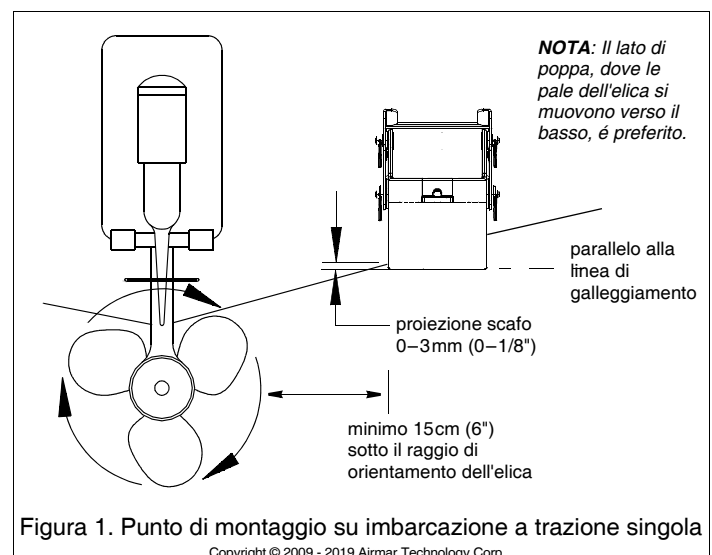

Figura 1. Punto di montaggio su imbarcazione a trazione singola
- È preferibile il montaggio sul lato di poppa, dove le pale dell'elica si muovono verso il basso (Figura 1).
- **Imbarcazioni a trazione singola**—Montare un minimo di 15 cm (6") sotto il raggio di orientamento dell'elica (Figura 1).
1. Nel punto scelto per il montaggio, posizionate il gruppo in modo che il trasduttore sporga di 3mm (1/8") sotto il bordo inferiore dello specchio di poppa (Figura 1). Verificate che il/i tassello/i sia/no in posizione. (Se necessario, fissate temporaneamente il/i tassello/i alla staffa con nastro adesivo). Con il trasduttore in posizione operativa e la staffa parallela alla linea di galleggiamento, contrassegnate gli angoli inferiori della staffa.
- Utilizzando lo spazio di regolazione verticale nelle fessure della staffa, fate scorrere il gruppo verso l'alto e verso il basso finché l'angolo interno inferiore del trasduttore non sporge di 0-3mm (0-1/8") sotto il fondo dello scafo (Figura 1). Quando siete soddisfatti della posizione del trasduttore, stringete le quattro viti della staffa.
- Portate il trasduttore in una posizione più profonda nell'acqua a passi di 3mm (1/8") ciascuno (Figura 1).